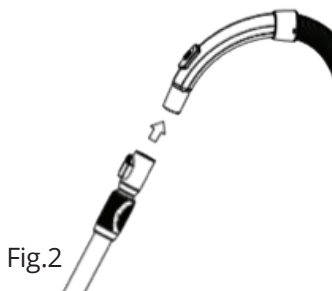

Fig.2
**Fig.2** indică modul de conectare a furtunului cu tubul metalic extensibil: